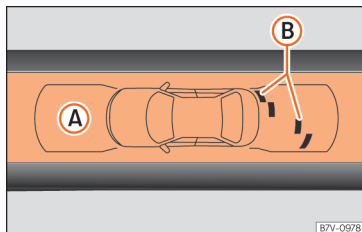

Fig. 249 Indicación del OPS en pantalla: (A) se ha detectado un obstáculo en el segmento; (B) zona registrada delante del vehículo.
La zona en la que se reconocen obstáculos se extiende frente al vehículo hasta una distancia de unos 120 cm y hacia el lado hasta 60 cm » fig. 249 (B). Detrás del vehículo, la zona analizada alcanza hasta una distancia de 160 cm y unos 60 cm hacia los lados » fig. 248 (C).
El gráfico mostrado representa las zonas supervisadas en varios segmentos. A medida que el vehículo se acerca a un obstáculo, más se acerca el segmento al vehículo representado » fig. 248 (B) y » fig. 249 (A). A más tardar, cuando se muestra el penúltimo segmento, se ha llegado a la zona de colisión. ¡Deténgase!